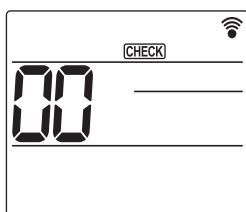

Fig. 6-8
- ① Mettez l'appareil sous tension au moins 12 heures avant l'essai de fonctionnement.
- ② Appuyez sur la touche **[MENU]** pendant 5 secondes. (Fig. 6-8)